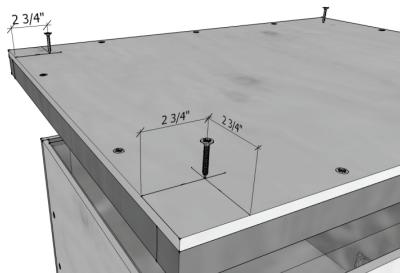

Fig. 9 – Etendre le revêtement et visser le couvercle
- Utilisez les 4 dernières vis de 1 5/8", fixer le couvercle** sur le banc. (fig. 9)